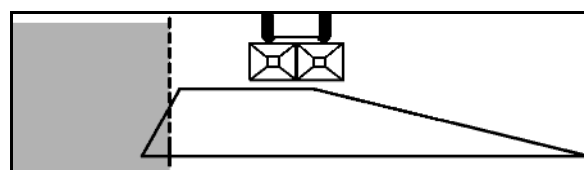

Fig. 78
- Indstillingsværdierne fremgår af spredetabellen (Fig. 78).